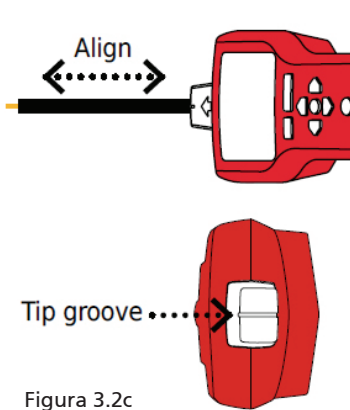

Figura 3.2c
5. Posicionamiento del receptor: Para obtener mejores resultados, alinee la marca del sensor de punta con la dirección del cable como se muestra. Si no se alinea correctamente, es posible que se pierda la señal. (consulte la Figura 3.2c).